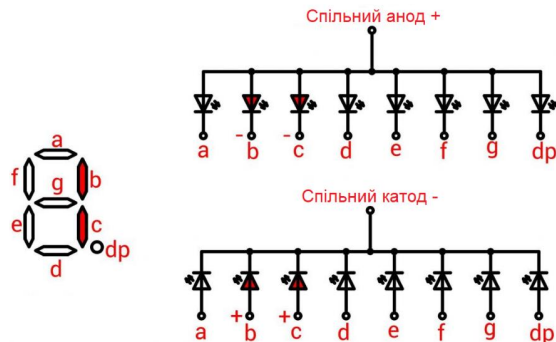

Рисунок 13.16 – Структура семисегментного індикатора
Світлодіодні індикатори можуть мати або спільний анод (CA), або спільний катод (СК), відповідно до того, який вивід є спільним у всіх світлодіодів, що утворюють один розряд (рис. 13.16).